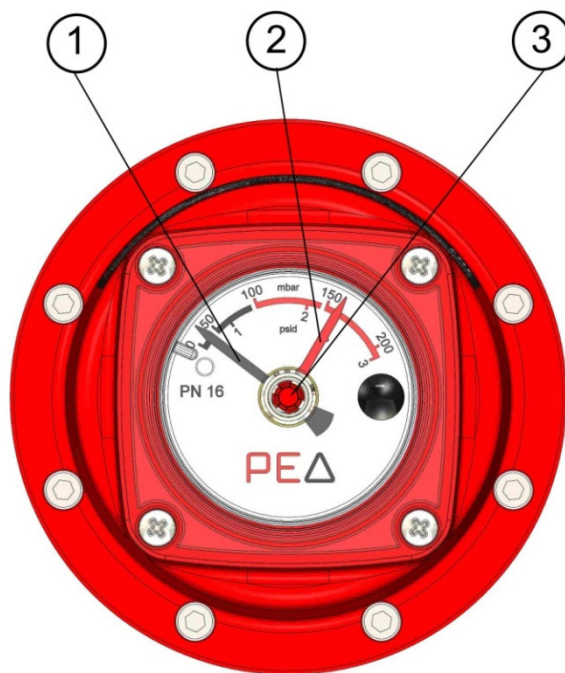

Рисунок 2 – Устройство индикатора перепада фильтра газового «РЕД».
3.3. Для определения времени очистки или замены фильтрующего элемента все фильтры оснащены встроенным индикатором перепада (см. рисунок 2). Индикатор не имеет нормированных метрологических характеристик, не является средством измерения и не подлежит периодической поверке, однако позволяет контролировать степень засорения фильтрующего элемента.